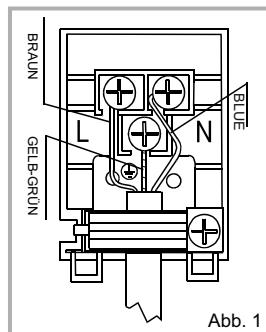

Abb. 1
- Das Erdungskabel muss mit der Schraube am gekennzeichneten Erdungsanschluss befestigt werden. Die stromführenden Leitungen müssen wie in Abbildung 1 gezeigt angeschlossen werden.